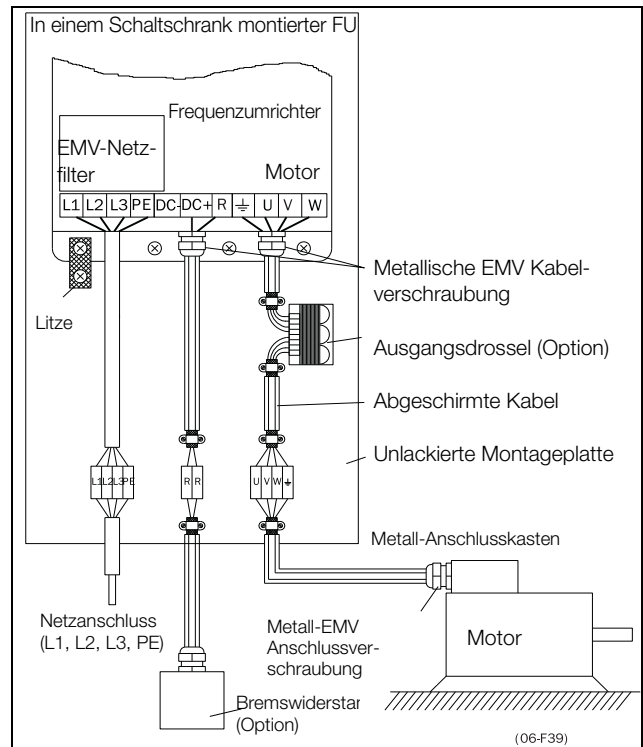

Abb. 48 Frequenzumrichter auf einer Montageplatte im Schaltschrank
- Der PE-Anschluss gemäß Abb. 48 ist nur bei lackierter Montageplatte erforderlich. Sämtliche Frequenzumrichter haben eine unlackierte Rückseite und sind daher für die Montage an eine unlackierte Montageplatte geeignet.
Sind die Motorkabel durch Reparaturschalter, Ausgangsdrosseln usw. unterbrochen, muss die Abschirmung durch Metallgehäuse, metallene Montageplatten usw. über die Unterbrechung hinweg geschlossen werden, siehe Abb. 48 .
- Wenn der Frequenzumrichter in einem Standard-Schaltschrank montiert wird, muss die interne Verkabelung dem EMV-Standard entsprechen. Abb. 48 zeigt ein Beispiel eines FU in einem Schaltschrank.